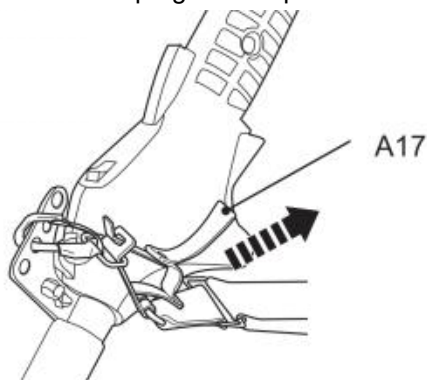

Fig. 34
5. I nödfall, håll i det främre handtaget (A27) med vänster hand och använd höger hand för att dra i repet (A17) (Fig. 34). Metallåsstängningen frigörs automatiskt från fästklämman på grund av produktens vikt.